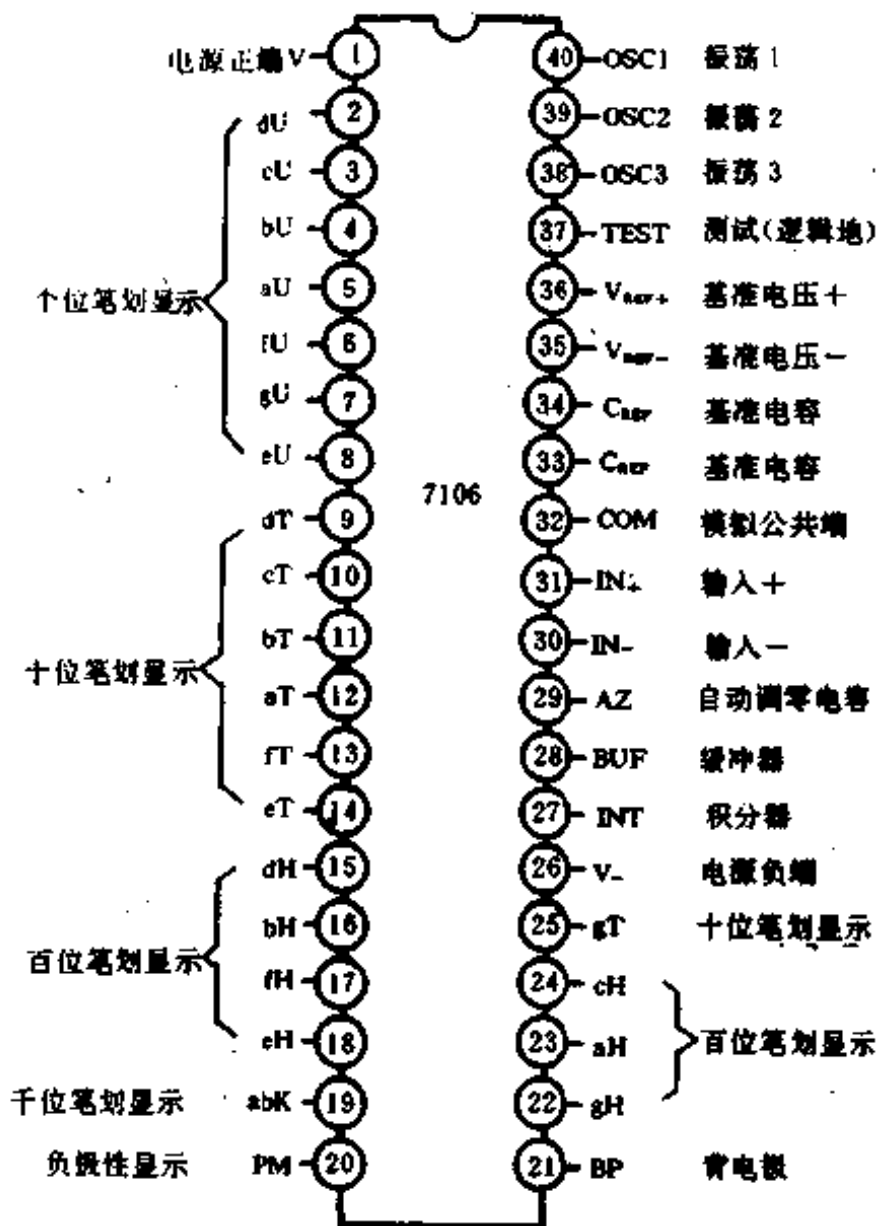

图 2-4 7106 引线排列
(4)IC1-7106 引线排列见图 2-4;电参数表见表 2-3。